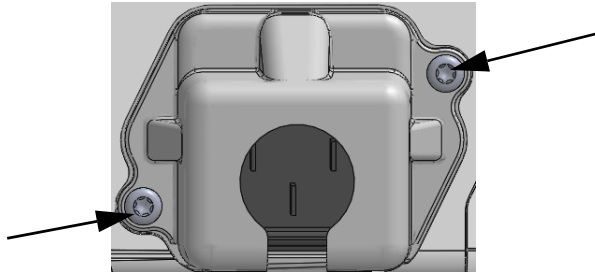

Abbildung 3-5 HemoSphere Netzanschlussverkleidung – Platzierung der Schrauben
- 1 Ist die Netzanschlussverkleidung installiert, die beiden Schrauben entfernen (Abbildung 3-5), mit denen die Netzanschlussverkleidung an der Rückseite des Monitors befestigt ist.